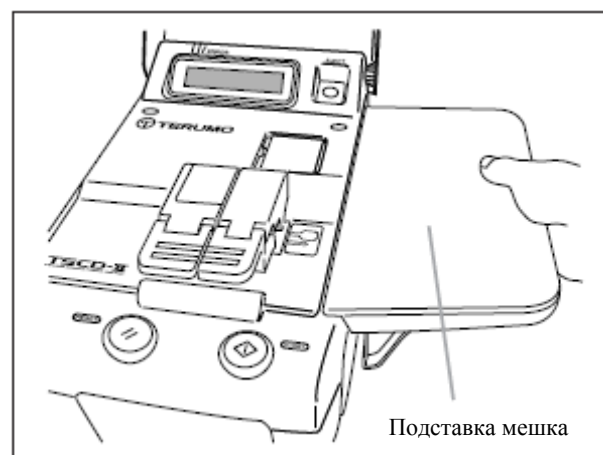

Рис. 15
1. Подставка мешка крови имеет два упора, по одному с каждого конца. Осторожно защелкните упоры в соответствующие держатели на TSCD®-II. (См. рис. 15).